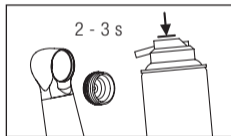

Fig. 32
- 5 Vaporisez du PANA SPRAY Plus dans la tête pendant 2 à 3 secondes. Vaporisez-en également brièvement dans le capuchon de la tête (Fig. 32).